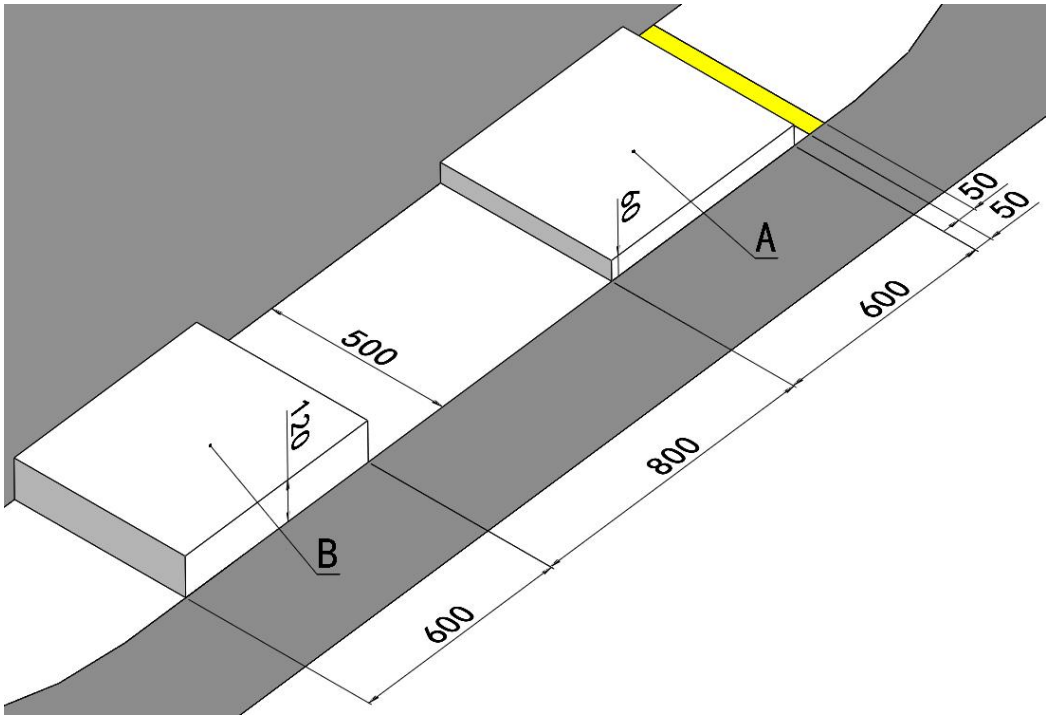

图 11 上高台标识示意图（单位：mm）
4. 高台：如图 11 所示，距离高台 A 前 50mm 处有宽度印有 500×50mm 的黄色色带。